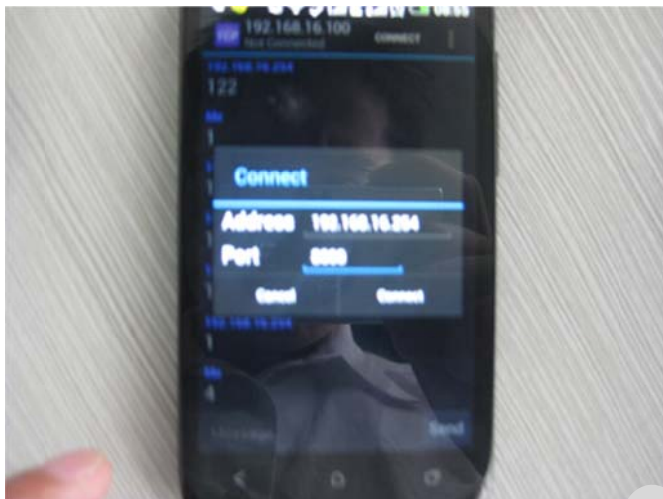

图 2-13 Android 手机连接 wifi 网络
- (3) 打开手机软件 EasyTCP→点击“CONNECT”→点击“+”以增加所要连接的 IP 地址和端口号，跟 PC 软件一样，IP 为 192.168.16.254，端口：8080，如图 2-13 所示。然后再点击“connect”，即可让手机与 wifi 网络 HI-LINK\_0021。